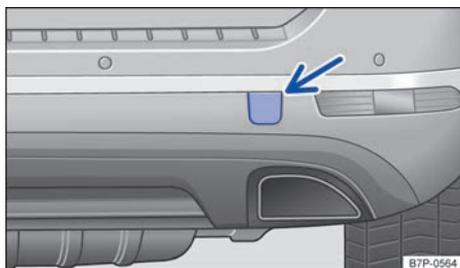

Fig. 291 En el lado derecho del paragolpes trasero: tapa del alojamiento de la argolla de remolque.
- Presione sobre el borde de la tapa que mira hacia el lado exterior del vehículo con algo de fuerza → fig. 291 (flecha) hasta que la tapa salte un poco hacia fuera.